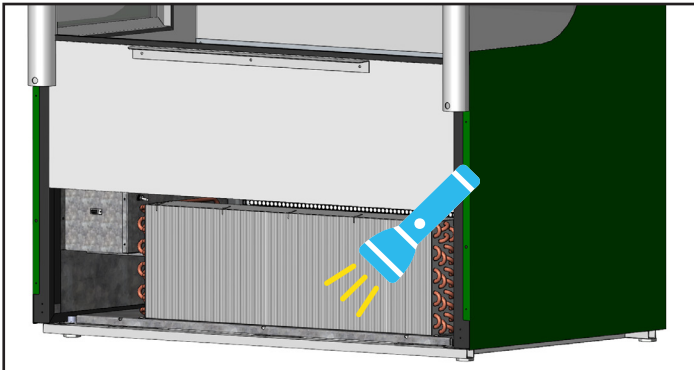

Abb. 5. Überprüfen Sie, ob alle Blockierungen entfernt sind.
4. Sobald der Schmutz von der Oberfläche der Rohrschlange entfernt wurde, überprüfen Sie mit einer Taschenlampe, ob Sie durch die Rohrschlange sehen und das Kondensatorlüfterblatt beobachten können. Siehe Abb. 5.